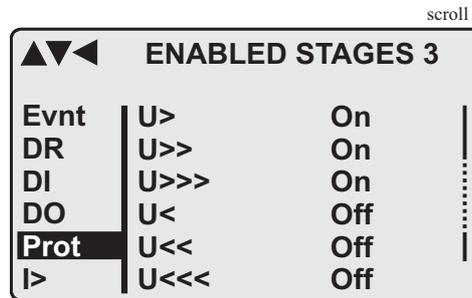

Figure 2.2.1-1 Exemple d'indication de défilement
3. Appuyez sur la touche ENTER pour confirmer la sélection du sous-menu. Si le sous-menu sélectionné contient plus de six articles, une ligne noire apparaît sur la droite de l'affichage (Figure 2.2.1-1). Il est alors possible de faire défiler le sous-menu.